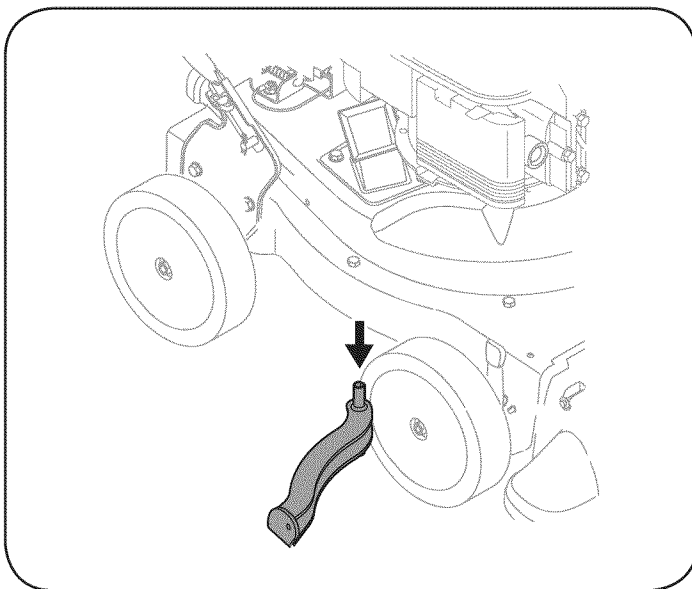

Figura 25
7. Saque la pantalla y límpiela con un cepillo o lávela con agua. Vea la Figura 25.